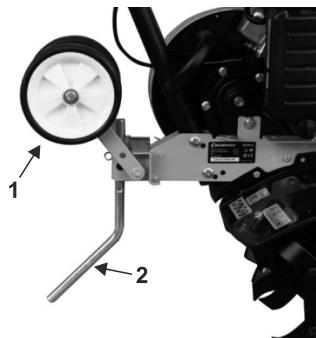

Рис.6 Установка сошника и колес в рабочее положение
2. Переведите транспортировочные колеса 1 в рабочее положение (рис.6).
3. Переведите сошник 2 в рабочее положение (рис.6). Вставьте сошник в паз кронштейна, совместите необходимое отверстие в сошнике с отверстием в кронштейне и вставьте фиксирующий штифт. Закрепите штифт шплинтом.